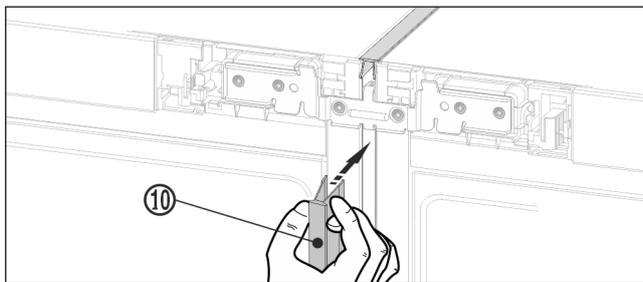

Fig. 18
- ▶ 在设备正面将长护板条 Fig. 18 (10) 压入垂直缝隙中。注意，护板条位于连接板上。